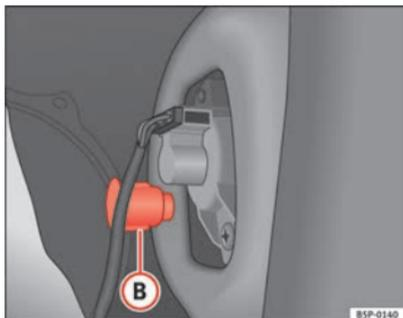

Abb. 197 Standlicht /
- Schrauben Sie die Kunststoffhalterung ⇒ Abb. 197 (B) der Rückleuchte heraus. Zum Herausdrehen können Sie einen Schraubendreher in dieses Teil einsetzen.